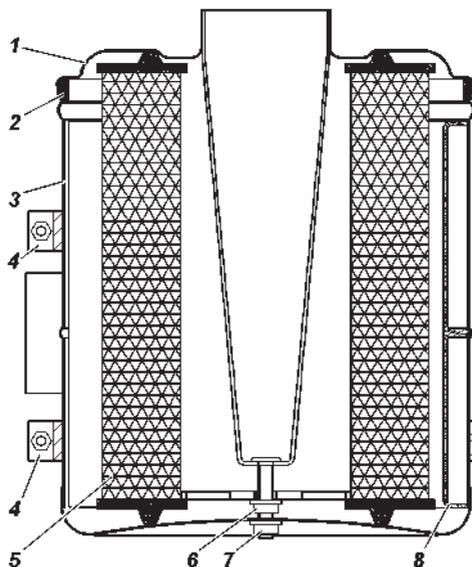

Рис. 9.8. Воздушный фильтр:
**Воздушный фильтр.** На автомобиле установлен воздушный фильтр (рис. 9.8) со сменным картонным фильтрующим элементом.